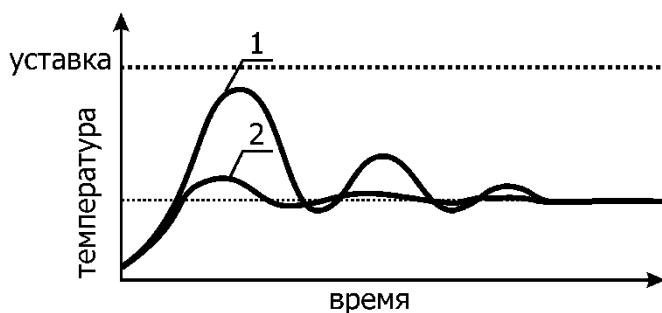

Рисунок 16 — Определение Td
2.15.6 Для определения постоянной времени дифференцирования Td коэффициент пропорциональности Kp должен быть установлен таким образом, чтобы переходная характеристика соответствовала кривой 1 (рисунок 16). Постоянную времени дифференцирования Td следует подобрать так, чтобы переходная характеристика приняла вид кривой 2 (рисунок 16).